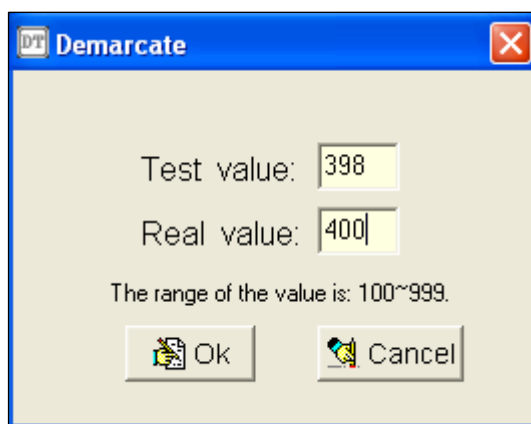

图 3.10 标定对话框
- F. 在计算机上运行 DT-5 软件，移动鼠标点击主界面上方的“Demarcate 标定)”菜单，在下拉菜单上点击“Download demarcate data（下载标定数据）”将弹出标定对话框，如图 3.10，输入测试值（DT-5 显示的实际测试的最大振幅值）和标准振动台的理论振幅值（此例为 400），点击“OK”，输入的新标定系数将通过计算机的 USB 口传入 DT-5 数据采集器的内存中保存，直至下一次重新标定；点击“Cancel”将保持原有标定系数，仅关闭此对话框。